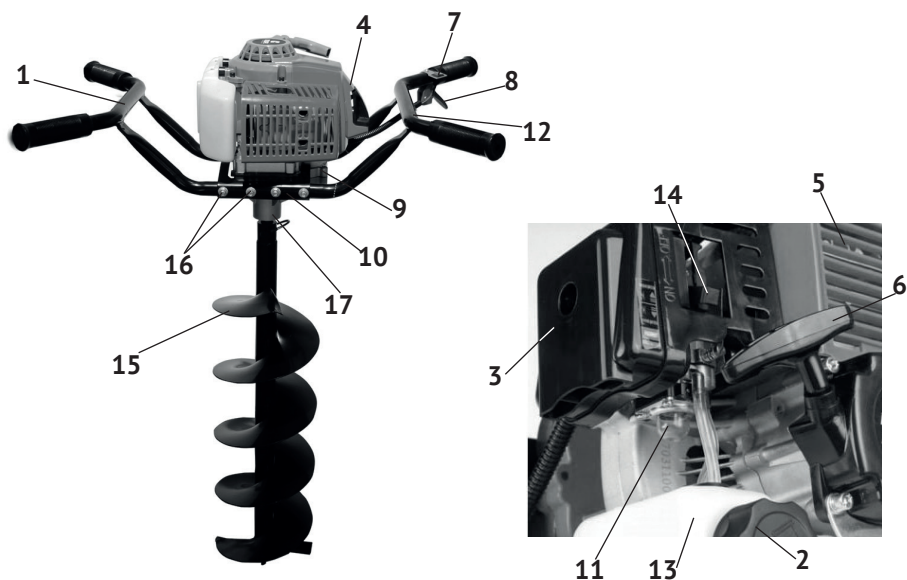

рис. 1
2.4 Общий вид бензобура представлен на рис.1
3.1 Двигатель бензобура с металлическим редуктором (рис.1 поз.9) смонтирован на металлическом основании. Снизу к основанию прикручена рама (рис.1 поз.10), к которой крепятся рукоятки (рис.1 поз.1 и 12). Соосный с валом двигателя шестерёнчатый редуктор понижает частоту вращения, что приводит к увеличению крутящего момента на выходном валу (рис.1 поз.17). На выходной вал стандартного размера ($\varnothing$ 20мм) крепится рабочий инструмент бензобура: шнеки для бурения скважин в грунте или лунок во льду.
3.2 Бензобур оснащён одноцилиндровым двухтактным двигателем внутреннего сгорания с вертикальным расположением коленчатого вала. Двигатель имеет карбюраторную систему питания. Пуск двигателя осуществляется ручным тросовым возвратным стартером (рис.1 поз.6).
- вставить трубчатые концы рукояток в пазы рамы (рис.1 поз.10) до совпадения крепёжных отверстий;
Открутите крышку (рис.1 поз.2) топливного бака. Заливайте топливо в бак не более чем на 1 см ниже уровня основания заливной горловины. Перед запуском двигателя тщательно протрите топливный бак, удалив возможные при заправке брызги топлива.
6.1.2 При нажатии на рычаг дроссельной заслонки (рис.1 поз.8), увеличатся обороты двигателя и, после срабатывания центробежного сцепления, шнек начнёт вращаться. Скорость вращения шнека регулируется усилием, приложенным к рычагу дроссельной заслонки.